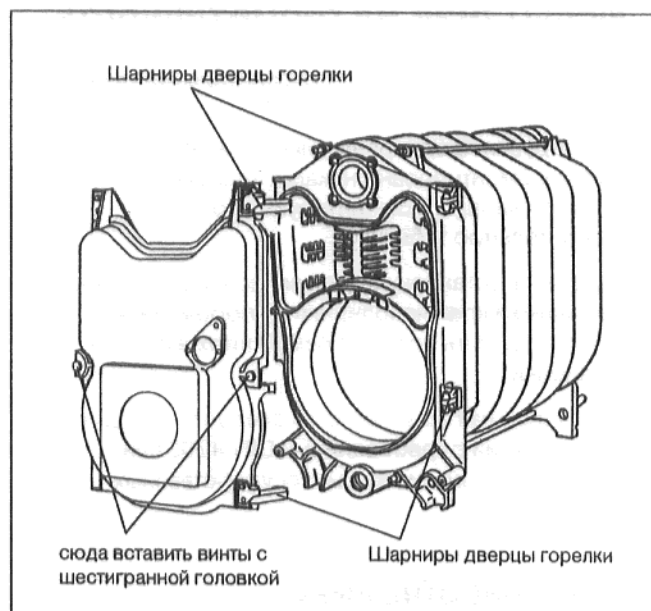

рис. 14
- Привинтить шарниры дверцы горелки в соответствии с рис. 14 к передней секции и к дверце горелки.
- Вставить дверцу горелки в шарниры дверцы горелки и закрепить двумя винтами с шестигранной головкой (рис. 14).